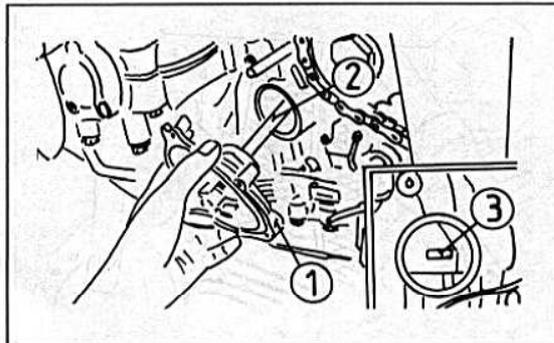

Bild 88 ►
- Den Deckel mit neuer Dichtung und den Zentrierstiften auf das Pumpengehäuse aufsetzen. Die Schrauben mit 10 Nm festziehen (Bild 88).